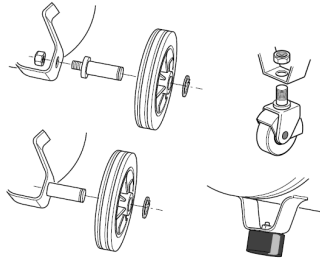

Fig. 3: Imballaggio
- Montare le ruote e la protezione dalle vibrazioni (Fig. 3), togliere il tappo dalla testa del compressore e montare il filtro di aspirazione se non è già montato (Fig. 5).